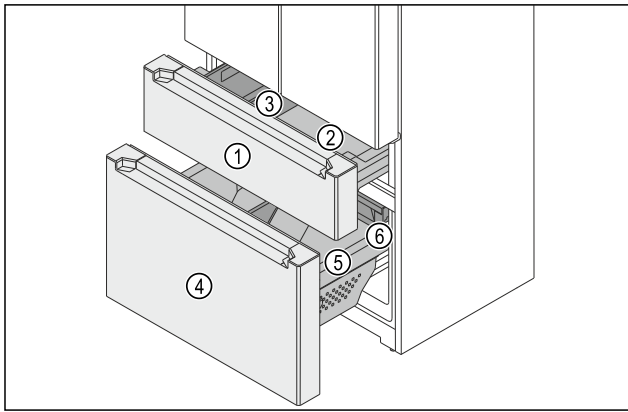

Fig. 136 Auszugswagen Gefrierteil
- (1) Oberer Auszugswagen (4) Unterer Auszugswagen
(2) Behälter (5) Behälter
(3) FlexBox (6) Schubfach
Das Gefrierteil besteht aus zwei Auszugswagen. Im oberen Auszugswagen Fig. 136 (1) sind ein Behälter Fig. 136 (2) und eine FlexBox Fig. 136 (3). Im unteren Auszugswagen Fig. 136 (4) sind ein großer Behälter Fig. 136 (5) und ein Schubfach Fig. 136 (6). Sie können die Behälter im oberen und unteren Auszugswagen zur Reinigung entnehmen.